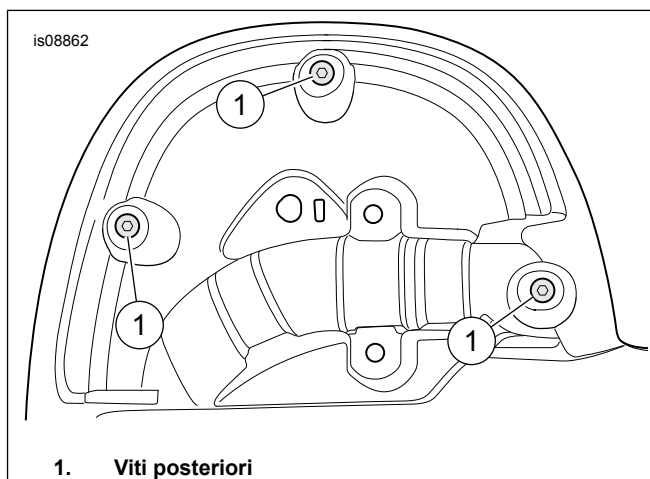

Figura 1. Viti posteriori
1. Vedere Figura 1. Dal retro di una carenatura, rimuovere le viti posteriori (1).